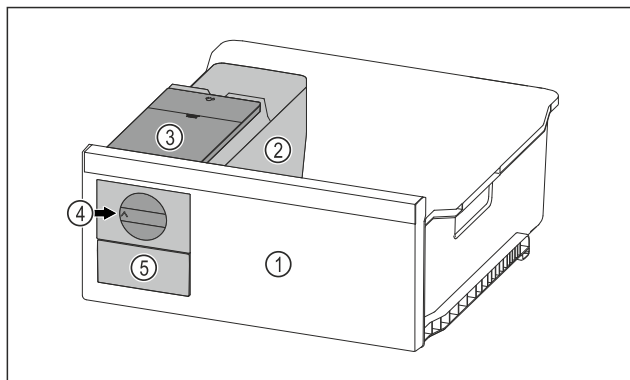

Fig. 96 Példaként szolgáló ábrázolás
- A forgógombot Fig. 96 (4) ütközésig forgassa el az óra járásával egyező irányban.
- A jégkockák a jégkockatartóból a jégkockafiókba Fig. 96 (5) hullanak.